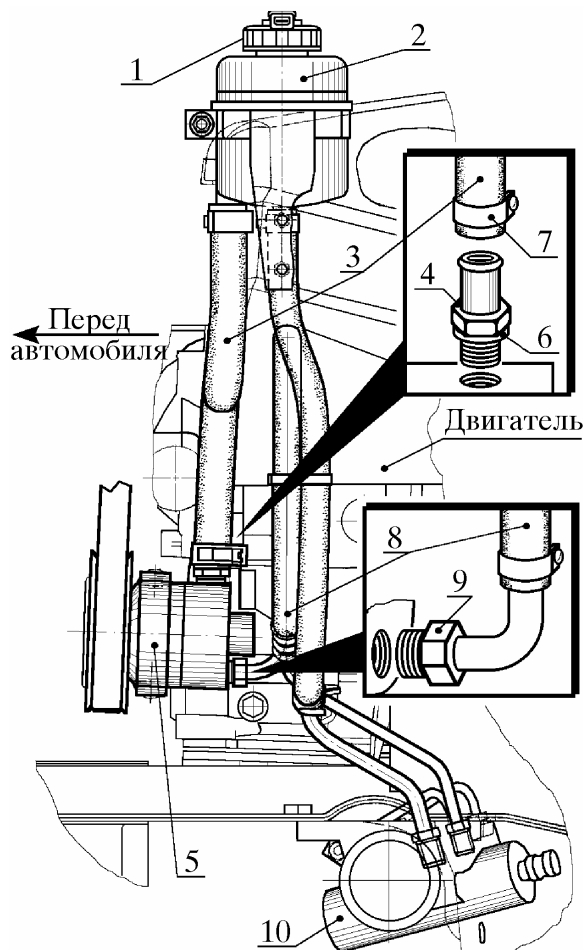

Рис. 2. Отсоединение шлангов от насоса ГУР и снятие всасывающего штуцера:
4.2.1. Отвинтить и снять крышку 1 (рис. 2) масляного бачка 2 с уплотнительной прокладкой.